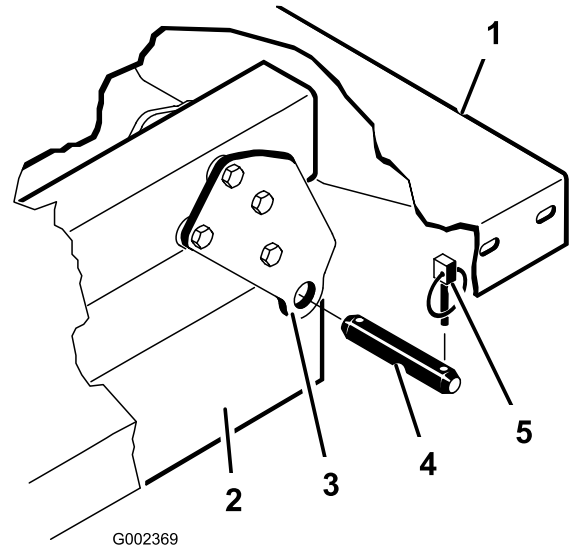

Figura 33
5. Retire los pasadores de seguridad y los pasadores que fijan las placas de giro a los perfiles del bastidor (Figura 33).
**Nota:** Asegúrese de que las placas de giro traseras están atornilladas al perfil del bastidor de la plataforma con el extremo inferior inclinado hacia atrás (Figura 33).